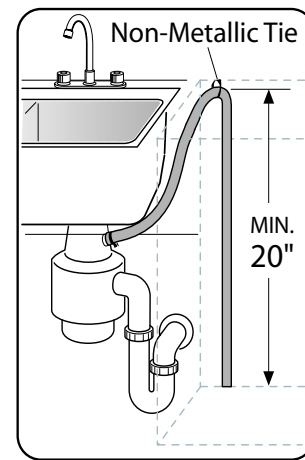

Figure 9
2. Directement sur la connexion du drain du broyeur, figure 9.